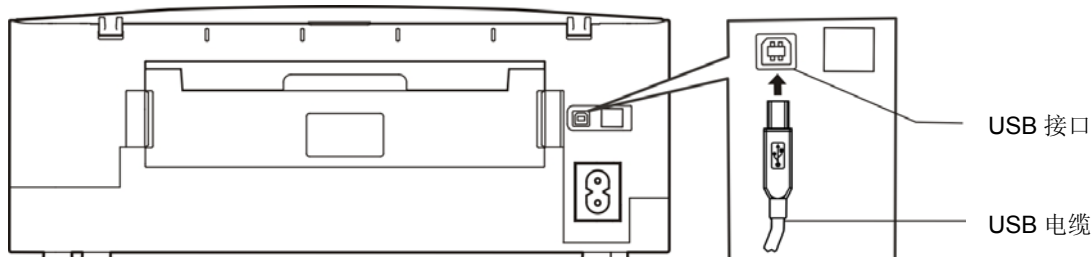
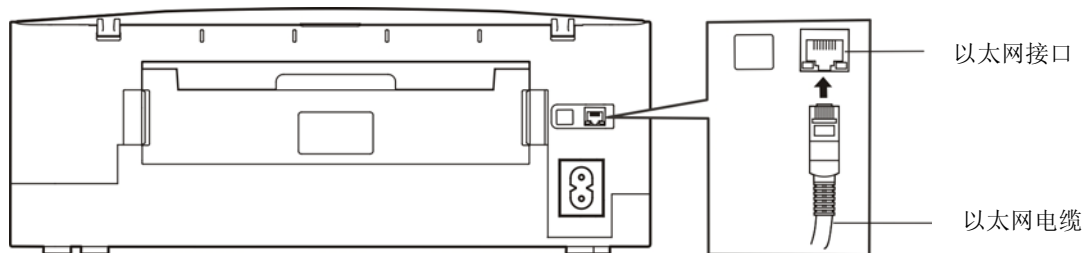

图 2-8 连接 USB 电缆
图 2-9 连接以太网电缆
本喷墨打印机可配置 USB 接口、以太网接口、Wi-Fi、4G（产品的具体接口配置，以实物为准）。请根据需要，把喷墨打印机与计算机相连（如图 2-8 和图 2-9 所示）。
2. 将 USB 电缆的方型插头插进打印机的 USB 接口插座中（如图 2-8 所示）。
将以太网电缆的 RJ-45 插头一端插进打印机的以太网接口插座中，另一端插头连接到局域网的接入端（如图 2-9 所示）。